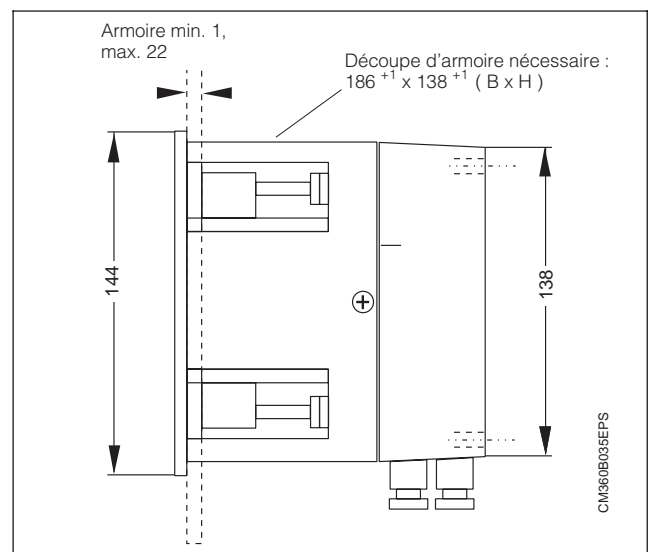

Fig. 5 : PoolPac, vue latérale avec découpe d'armoire
- Faire la découpe comme indiqué à la figure 5